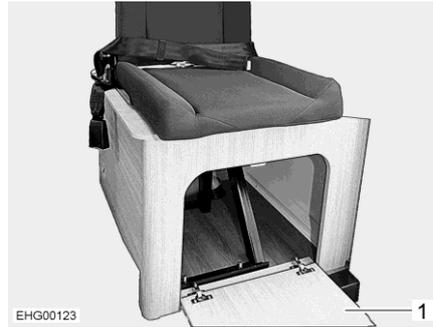

Bild 31 Truhengestell (geöffnet)
- Klappe (Bild 31,1) am Truhengestell nach unten klappen.